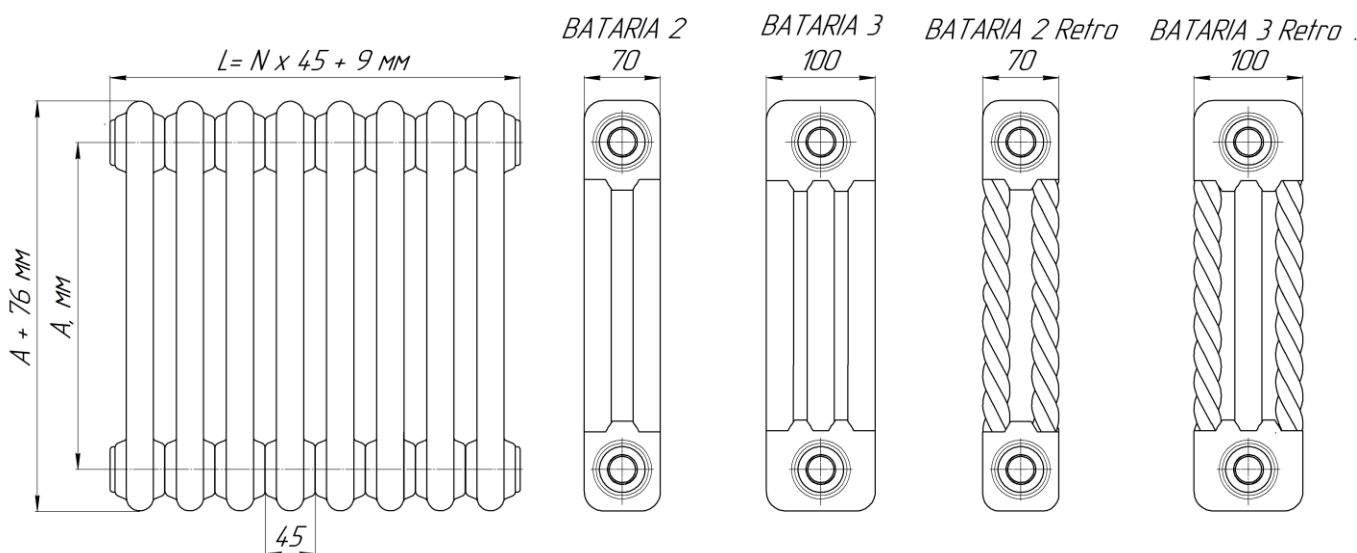

Рис. 1. Радиатор «BATARIA», где: А– межцентровый размер, мм; N – количество секций; L –габаритная длина, мм.
3.1. Основные размеры и параметры радиаторов приведены на Рис. 1 и в таблице.